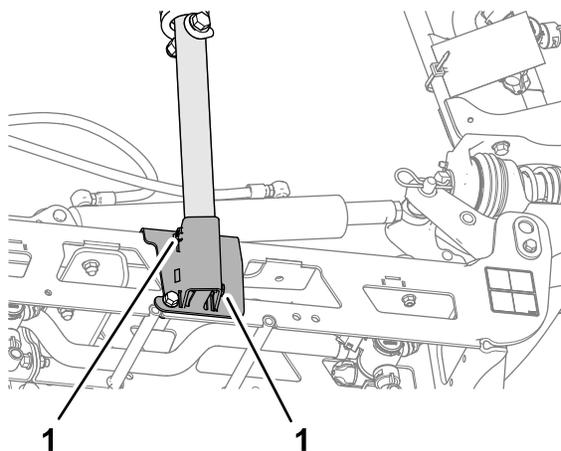

Рисунок 106
- Ослабьте 2 установочных винта, которые крепят нижнюю трубу опоры (Рисунок 106).